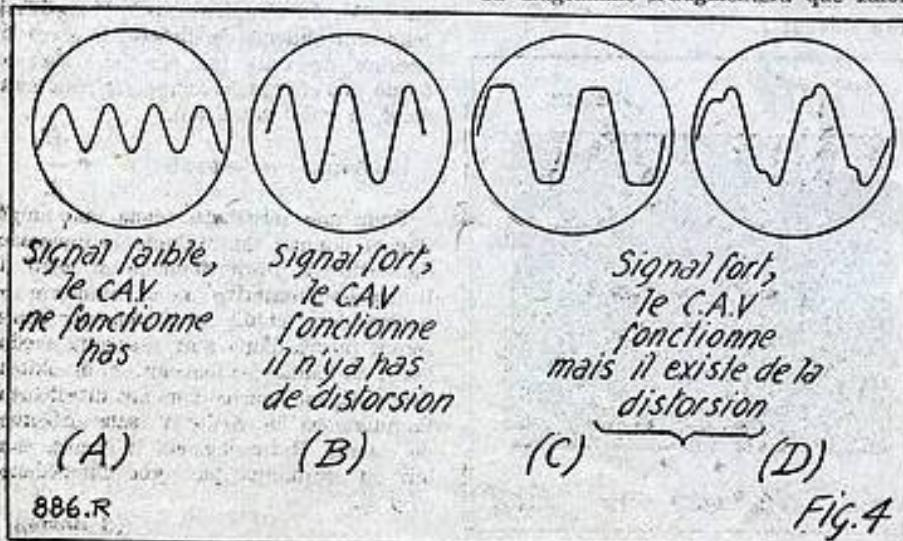

Fig. 4
ment ou pas du tout. A ce moment-là, les dimensions du diagramme seront plus grandes, comme dans la fig. 4 (B), mais celui-ci aura conservé la même bonne forme d'onde qu'il avait précédemment. Si l'on constate une distorsion de l'onde (comme dans la figure 4 (C), c'est que le circuit du C.A.V. comprend un organe défectueux, tel que, par exemple : un condensateur éclaté, un court-circuit, ou présentant des fuites.
tenir sur l'écran un diagramme stationnaire. Ce diagramme devra présenter une bonne forme d'onde sinusoïdale similaire à celle de la figure 4 (A).